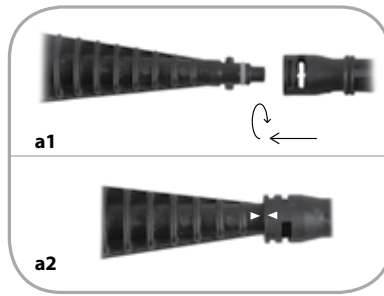

fig. 3
- Las puntas (**13, 14, 15, 16, 17, 18**) deben instalarse en el adaptador montado en el asiento (**13**) – **fig. 3**.